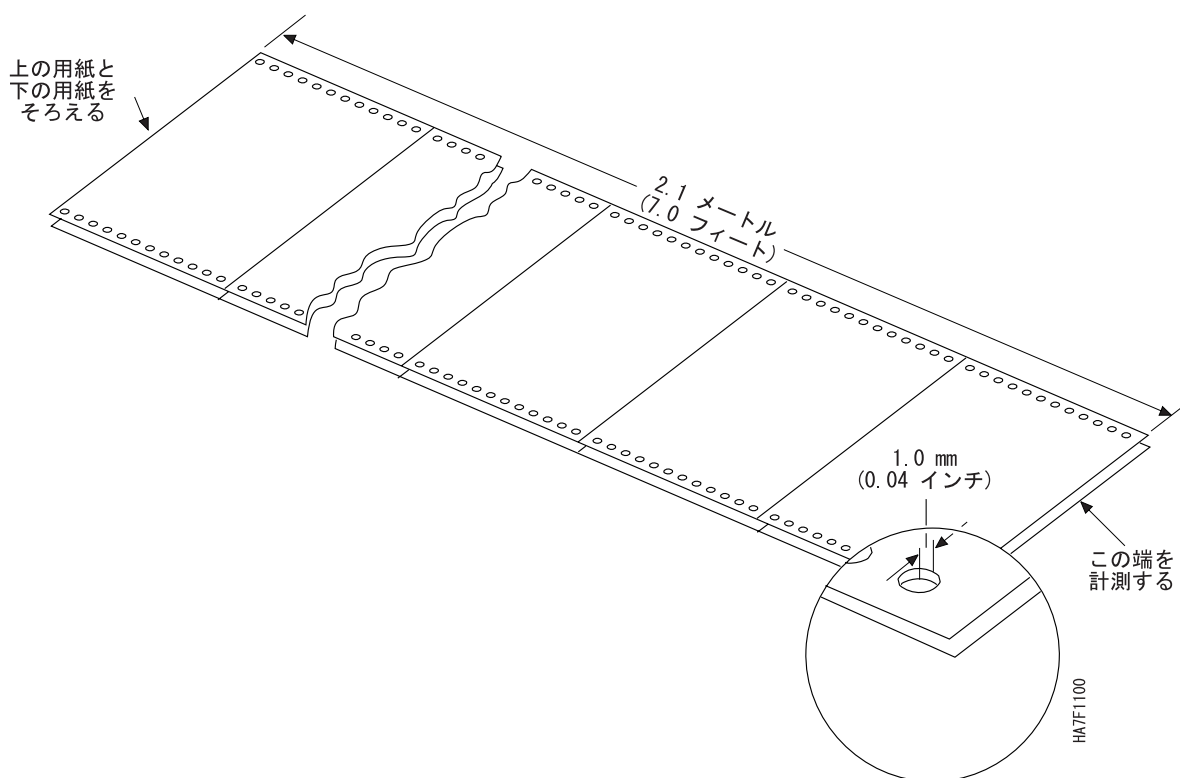

図 13. 端の正確度
3. 用紙のもう片方の側で、図 13 に示すように、上の用紙の送り穴と下の用紙の送り穴の間の距離を測ります。この距離は図で示した値を上回らないようにしてください。